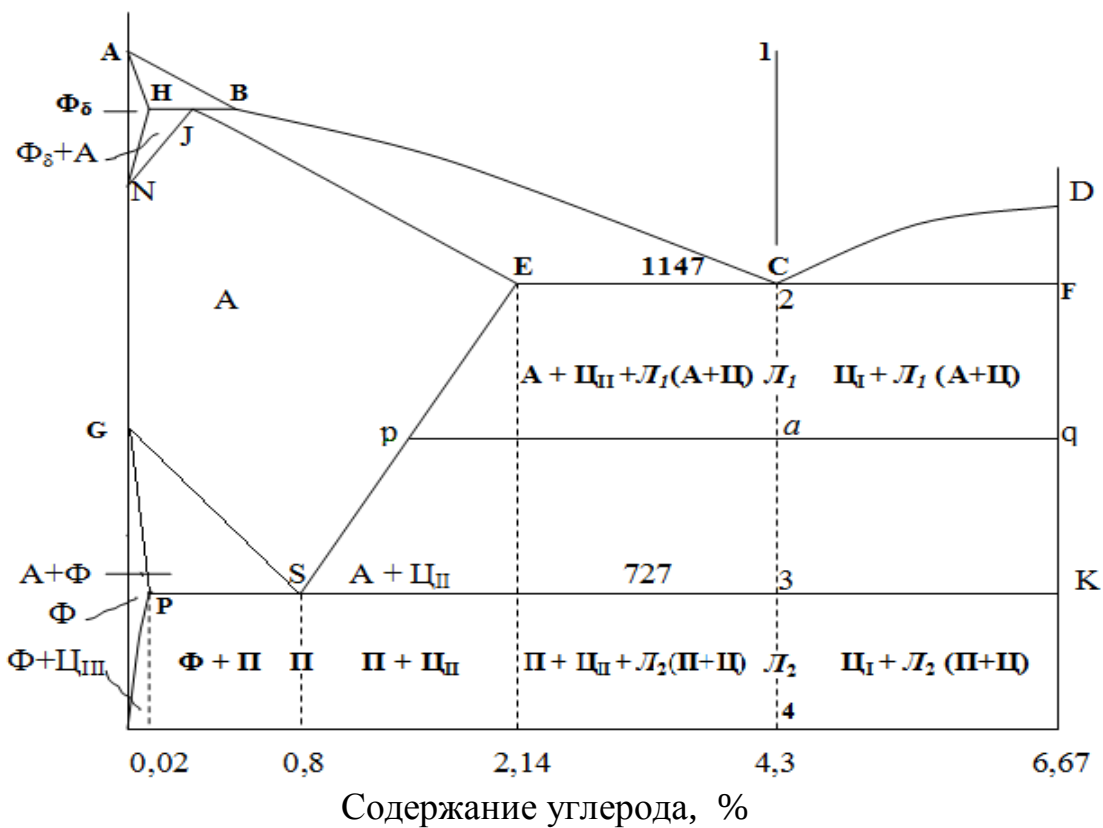

Рис.10 Диаграмма состояний Fe – Fe₃C
-построить кривую охлаждения и указать совершающиеся при этом превращения (см. рис.10,11).